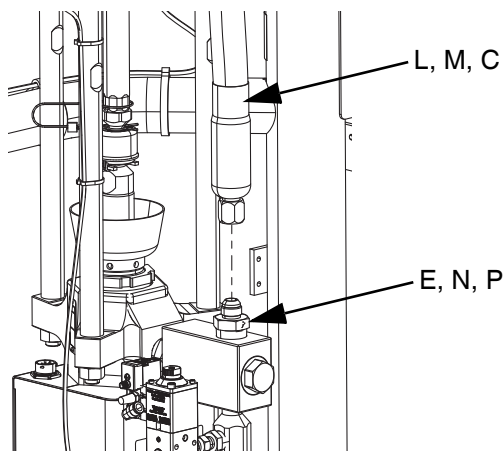

FIG. 18
4. Si vous utilisez un système d'alimentation iQ à un élévateur, raccordez le flexible d'alimentation 1 (C) au raccord du système d'alimentation à élévateur sur le flexible d'alimentation 1 (E), tel qu'indiqué à la FIG. 1 et à la FIG. 18.
- a. Raccordez le flexible tandem 1 (L) au raccord de l'unité d'alimentation 1 à élévateur au flexible tandem 1 (N), tel qu'indiqué à la FIG. 2 et à la FIG. 18.
- b. Raccordez le flexible tandem 2 (M) au raccord de l'unité d'alimentation 2 à élévateur au flexible tandem 2 (P), tel qu'indiqué à la FIG. 2 et à la FIG. 18.